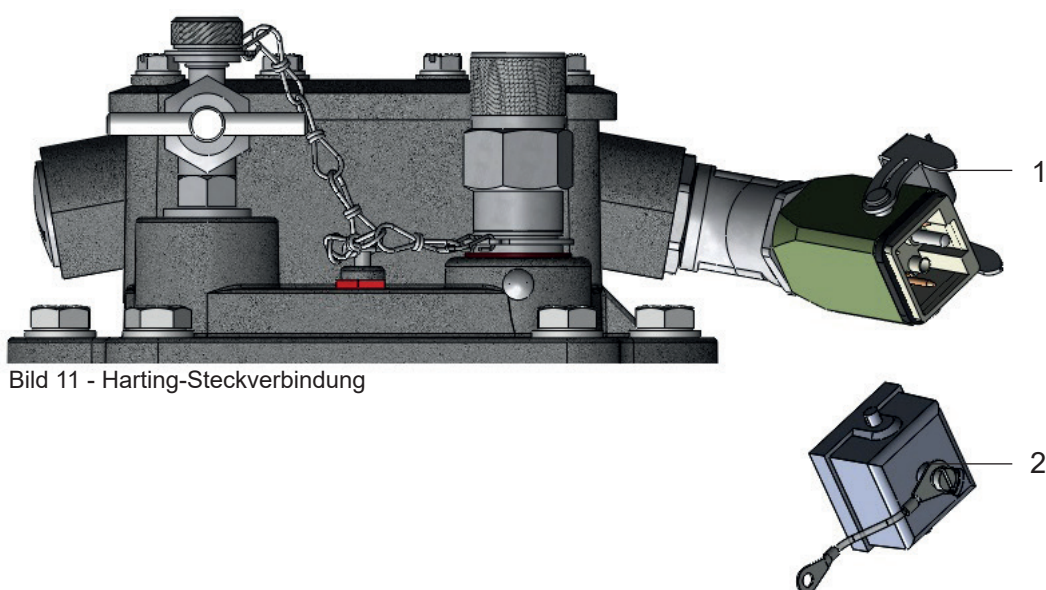

Bild 11 - Harting-Steckverbindung
- Sicherungsbügel (Bild 11/ Nr. 1) lösen
- Abdeckkappe (Bild 11/ Nr. 2) entfernen